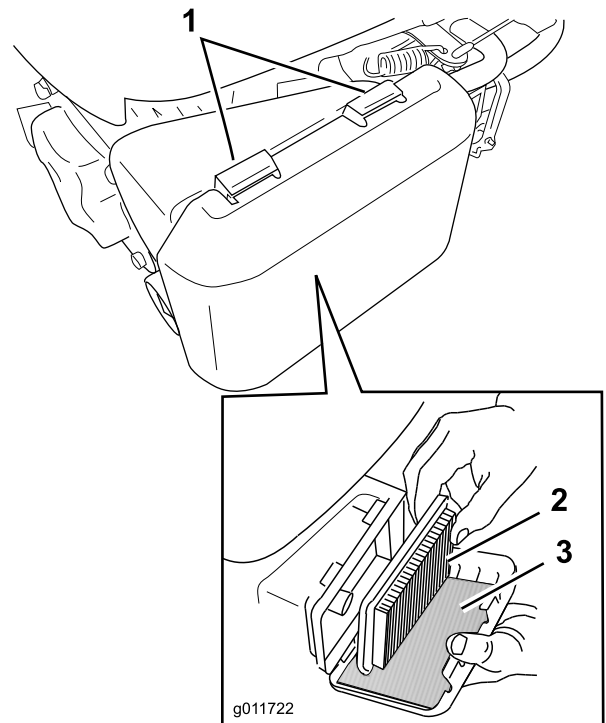

Figure 39
1. Appuyez sur les languettes de verrouillage en haut du couvercle du filtre à air (Figure 39).
3. Retirez l'élément en papier et le préfiltre en mousse (Figure 39).